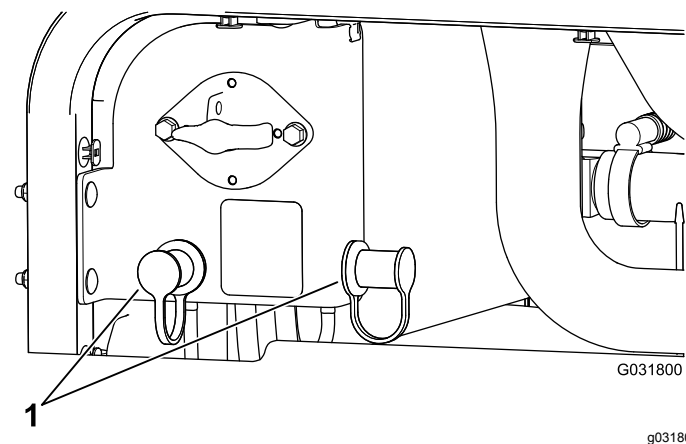

Figura 97
3. Retire as coberturas dos polos de arranque (Figura 97).